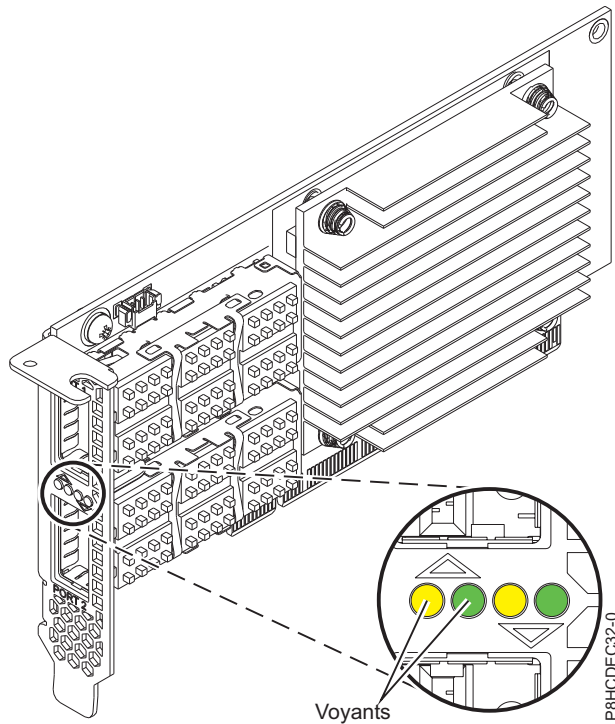

Figure 102. Carte FC EL3D
**Remarque :** Les voyants représentés à la figure 102 indiquent les états suivants :